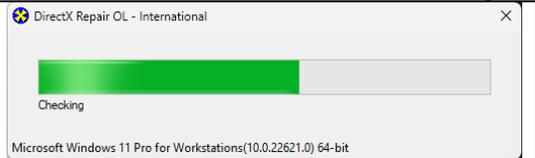
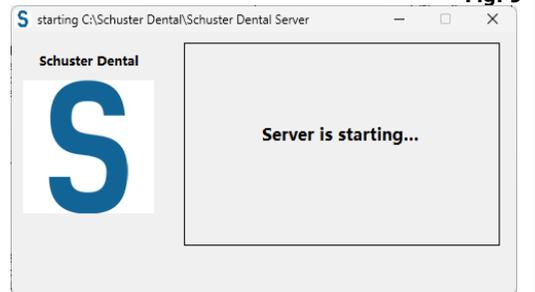
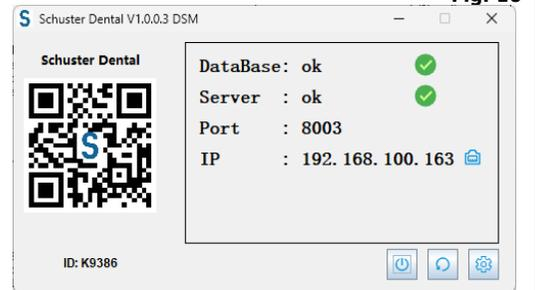

Fig. 9
Fig. 10
Fig. 11
h. Esta deve ser a sequência após o final da instalação: Verificação do DirectX (Fig. 9), início do servidor (Fig. 10) e página inicial do servidor (Fig. 11). O "IP" deve variar a cada computador.